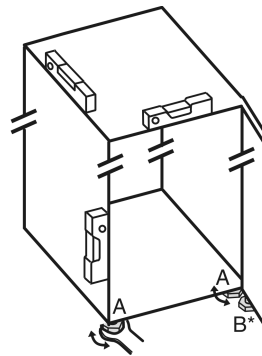

Fig. 6
- ▶ Відкручуйте ніжки Fig. 6 (A) наявним у комплекті гайковим ключем із відкритим зівом і за допомогою рівня, доки пристрій не стоятиме рівно на поверхні та його не буде вирівняно.
- Відкручуйте регульовану ніжку Fig. 6 (B) на опорному кронштейні наявним у комплекті гайковим ключем із відкритим зівом, доки вона не прилягатиме до підлоги.
- Поверніть регульовану ніжку Fig. 6 (B) ще на 90°.